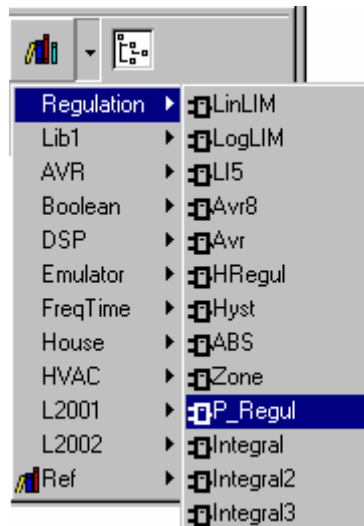

Рис. 16-14. Выбор библиотечного блока
- На панели инструментов щелкните на закладке *Analog*. Выберите элементы на панели и разместите их в поле программы, как показано на рис.16-14.
- Выберите режим именования связей и соедините связи, как показано на рис. 16-14. Присвойте имена связям, подсоединенным к каждому выводу элементов. Процедура именования связей приведена в гл.9, п.9.3.2. настоящего Руководства.